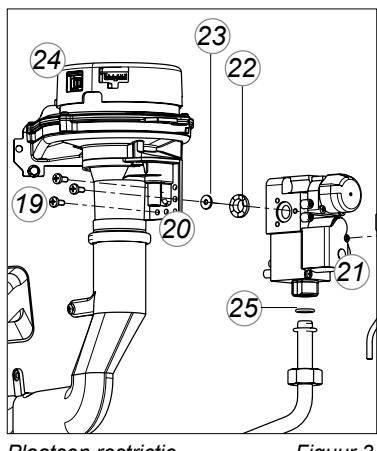

figuur 1
Bij het uitpandig monteren van de huisdrukregelaar moet de regelaar beschermd worden tegen weersinvloeden en de ventilatie opening moet naar beneden gericht gemonteerd worden (zie figuur 1).
**Verwijder de mantel en luchtkast (zie figuur 1 en 2):**